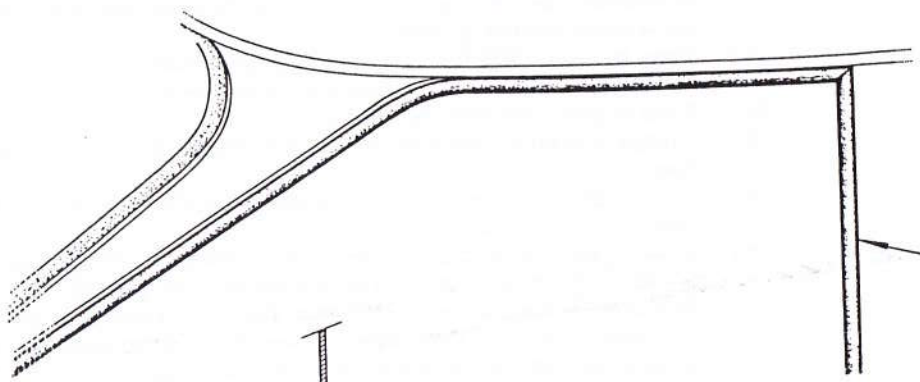

Fig. 17A
d'ENCADREMENT de PORTE - (Fig. 17A - 17B - 17C - 17D)**
- 2) A l'aide de l'outil spécial (Fig. 17A), redresser le bord (A) du profilé et dégager le caoutchouc pouvant être resté dans la gorge.